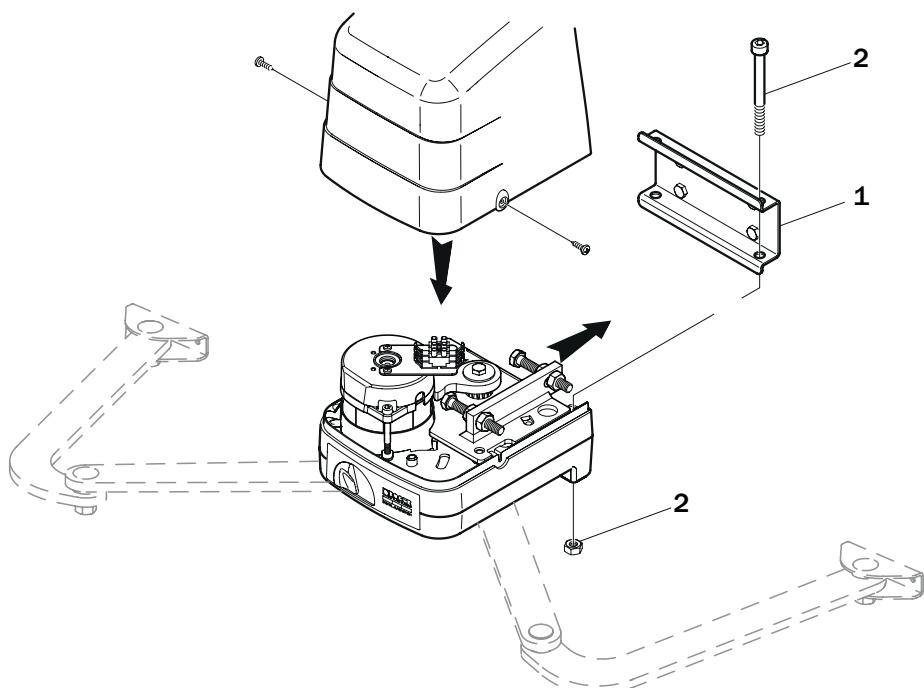

Fig. 1
- Den Motor BH23 am hinteren Bügel KT209 mit den im Lieferumfang enthaltenen Schrauben befestigen, wie in Abb. 1 gezeigt.
- Le moteur à bras articulés série BH23 peut être installé indifféremment à droite ou à gauche, en l'orientant comme indiqué en fig. 1.
- Fixer le moteur BH23 à l'étrier arrière KT209 avec les vis fournies comme indiqué en fig. 1.
- El motor con brazos articulados de la serie BH23 puede instalarse indistintamente a la derecha o a la izquierda, orientándolo como se muestra en la fig. 1.
- Fije el motor BH23 al soporte trasero KT209 con los tornillos suministrados, como se muestra en la fig. 1.
- O motor com braços articulados série BH23 pode ser instalado tanto à direita ou à esquerda, orientando-o conforme mostrado na fig. 1.
- Fixe o motor BH23 ao suporte traseiro KT209 com os parafusos fornecidos conforme indicado na fig. 1.